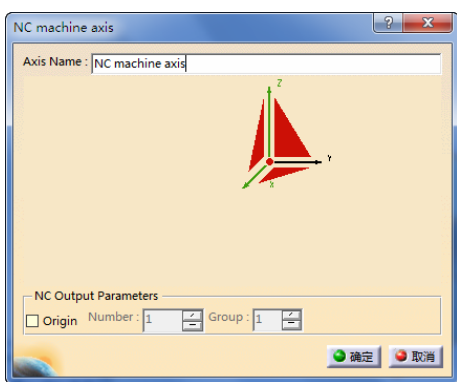

图 4-86 定义加工坐标系 (3)
- 在“Default reference machining axis for Part Operation.1”对话框的“Axis Name”文本框中,输入“NC machine axis”作为坐标系名称,单击“确定”按钮接收默认坐标系,定义加工坐标系(3)如图4-86所示。